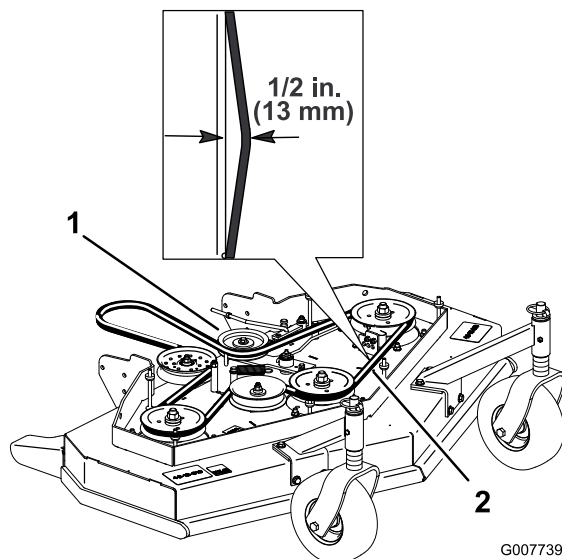

Figure 43
4. Retirez la poulie de tension et la courroie usagée (Figure 43).
Remarque: La tension correcte de la courroie du plateau de coupe est de 44-67 N. avec une flèche de 13 mm à mi-chemin entre les poulies (Figure 43).